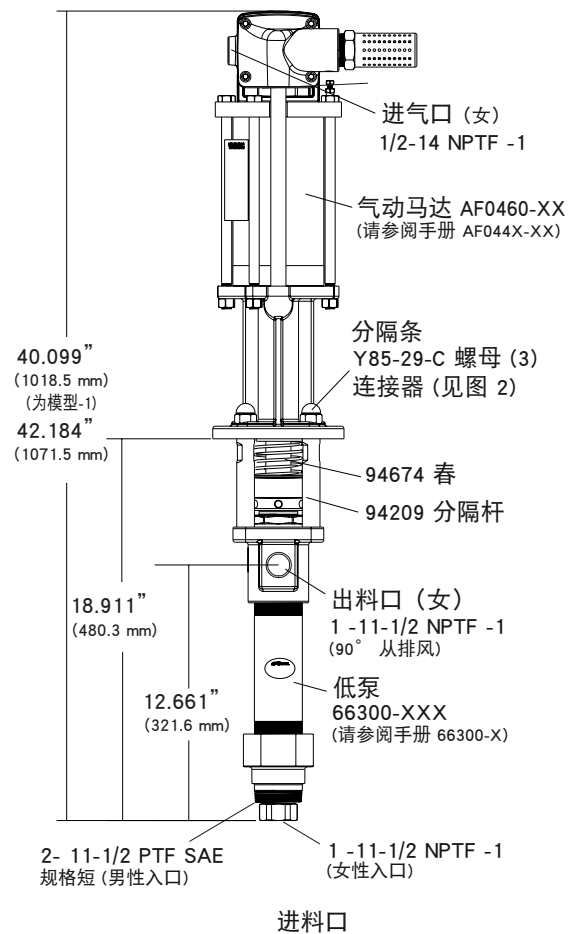

图 1
2. 从三个垫片棒删除三个螺母 (Y85-29-C) (见图 1)。